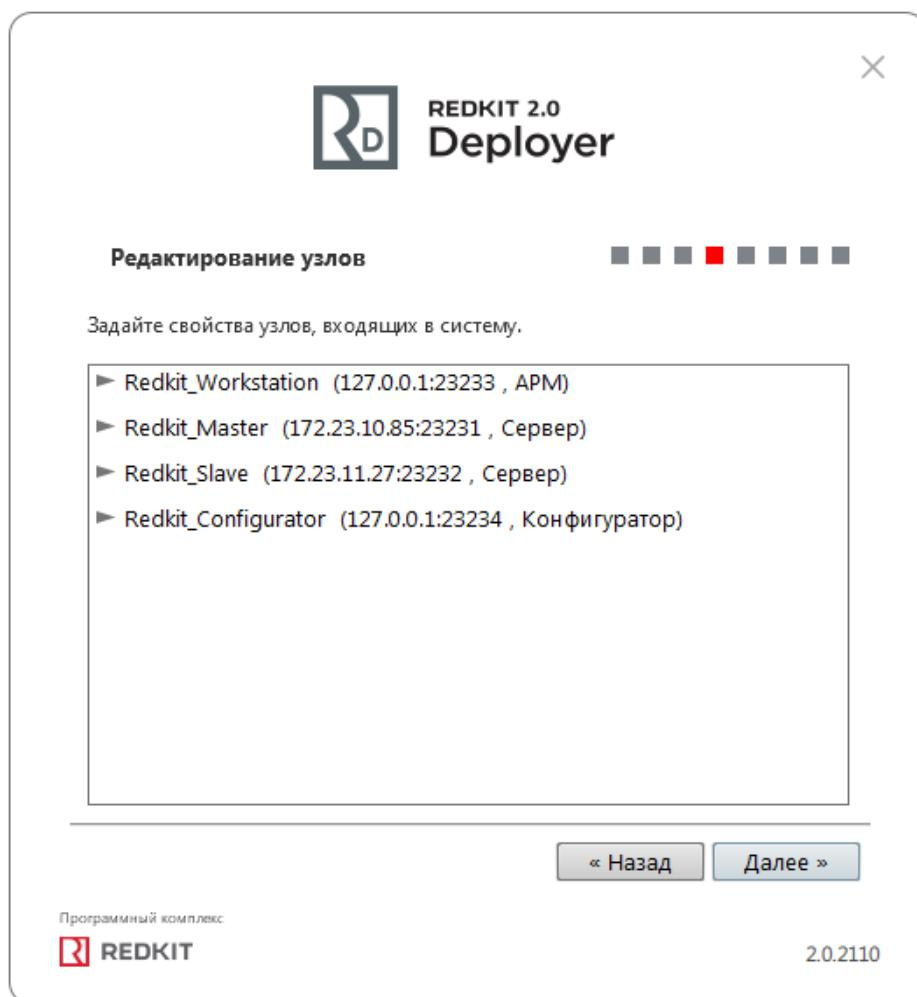

Рисунок 23 - Редактирование узлов
9. Убедитесь, что сетевые параметры узлов корректно указаны (Рисунок 23, Таблица 4), т.е.: